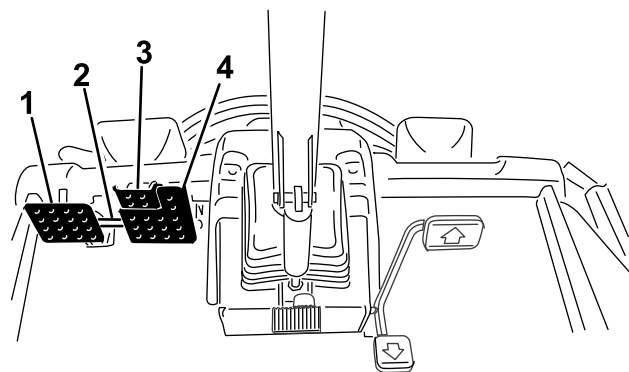

Рисунок 28
- Отсоедините фиксатор педалей (Рисунок 28).